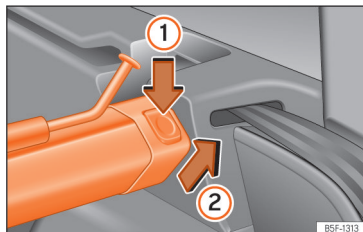

Fig. 185 Al maleter: desmuntar la xarxa de separació.
- Premeu la tecla de desbloqueig esquerra o dreta >>> **fig. 185 ①** en el sentit de la fletxa **①**.
- Traieu la carcassa del suport en el sentit de la fletxa >>> **fig. 185 ②**.
- Col·loqueu la carcassa en els suports esquerre i dret en el sentit contrari al de la fletxa >>> **fig. 185 ②** fins que encaixi. Les marques vermelles de les tecles de desbloqueig no s'han de veure més.